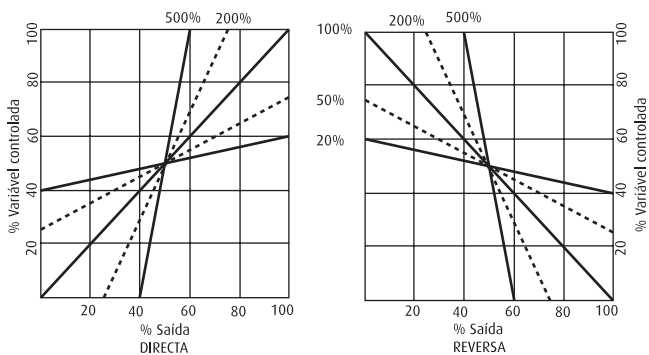

Figura 5 · Banda Proporcional de acção DIRECTA e REVERSA.
Este tipo de controlador tem uma regulação pela banda proporcional (%) e pelo tempo de ciclo (s). Em que a banda proporcional (BP) é a percentagem do campo de medida da variável controlada que o elemento final de controlo (EFC) necessita para efectuar um percurso completo, isto é, passar de completamente aberta a completamente fechada (Figura. 5).
Neste sistema de controlo existe uma relação linear contínua entre o valor da variável controlada e a posição do elemento final de controlo (EFC), dentro do valor da banda proporcional (BP). Sempre que ocorre uma variação de *offset*, a posição do EFC sofre uma variação proporcional, dependente do valor da BP. Os valores normais da BP estão compreendidos entre 3% ~ 500% da escala do controlador (Figura 5). Estes controladores tem um comutador de acção directa ou reversa, o qual permite seleccionar o sentido de variação da saída (*output*) por variação do *offset*.